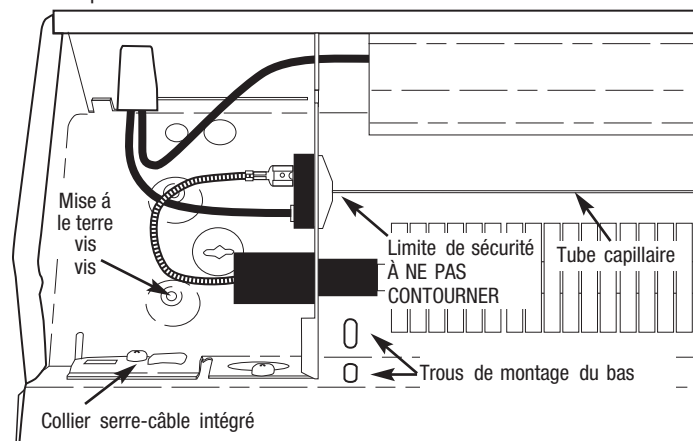

Figure 4 : Vue du compartiment de câblage du côté gauche
10. Au montage du radiateur, si les trous de montage inférieurs ne sont pas utilisés (Voir la Figure 4), assurez-vous que des vis n'endommagent pas le câblage d'alimentation dans la zone derrière le radiateur.
11. N'enlevez pas et ne contournez pas le contrôle de limite de sécurité car cela pourrait faire du radiateur un risque de départ d'incendie – consultez la figure 4.
5. Desserrez la vis du collier serre-câble (Figure 4) ou ouvrez le trou à enfoncer voulu du compartiment de câblage du radiateur. Installez câble d'alimentation électrique dans le compartiment de câblage en laissant au moins 6 pouces (153 mm) de câble pour le au radiateur. Pour installer deux câbles d'alimentation en utilisant le collier serre-câble intégré, courbez vers le haut la patte couvrant le deuxième trou et ramenez-la vers la cloison arrière du de câblage. Si un serre-câble intégré n'est pas utilisé, installez une retenue de câble approuvée (non incluse) dans le trou à enfoncer choisi.
**REMARQUE:** Des perforations marquées d'une croix pour le montage sont fournies à l'arrière du carter de radiateur au-dessus de l'élément de chauffe aux emplacements pour vis de montage (Voir la Figure 4).
6. Positionnez le radiateur à l'emplacement voulu et fixez-le au mur avec des vis à bois ou de la visserie appropriée. Localisez les poteaux muraux et si possible fixez les vis dedans. Pour des radiateurs jusqu'à 6 pieds (1,8 m) de long, une vis à chaque extrémité est adéquate. Pour des unités plus longues, une vis supplémentaire au centre est nécessaire. Serrez ces vis, puis desserrez-les d'un quart de tour pour permettre au radiateur de se dilater et de se contracter pendant son utilisation. Si l'unité est montée au-dessus du sol, deux trous de montage additionnels sont fournis à chaque extrémité sous l'élément de chauffe (Voir la Figure 4). Installez une vis supplémentaire à chaque extrémité pour la stabilité, en vous assurant de les dévisser chacune d'au moins un quart de tour.
5. Un contrôle de limite de sécurité est fourni pour couper automatiquement le radiateur s'il est obstrué ou chauffe trop pour toute raison, du fait de conditions anormales (Voir les Figures 4 et 5). NE contournez PAS ou ne désactivez pas ce dispositif de sécurité (Voyez l'avertissement 11 en page 2). Durant un fonctionnement normal ce dispositif de contrôle ne doit pas s'activer. Si vous constatez que ce contrôle s'active, assurez-vous que le radiateur n'est pas obstrué. Si le radiateur continue d'être coupé en chauffant, débranchez son alimentation et faites-le vérifier et réparer par un électricien qualifié.